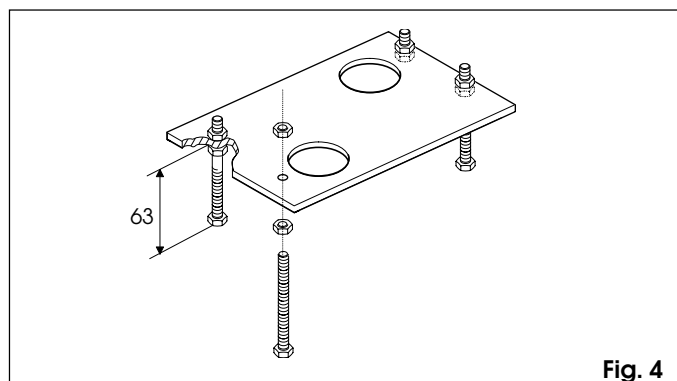

Fig. 4
- 1) Assembler la plaque de fondation (Fig.4).